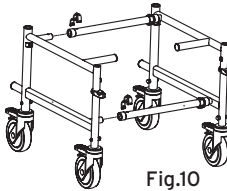

Fig.10
- Conectar la parte recién ensamblada al otro lado del bastidor por medio de los dos tubos de fijación y de otros dos C-clip como se indicó en el punto anterior (Fig.10);